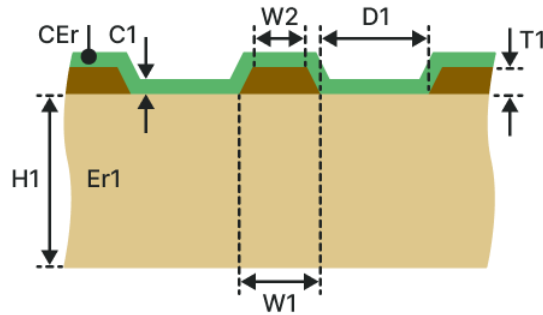

Рис. 154 Копланарная микрополосковая ЛП с маской (KMM-1H)
- Копланарная микрополосковая ЛП с маской (КММ-1Н), см. Рис. 154.